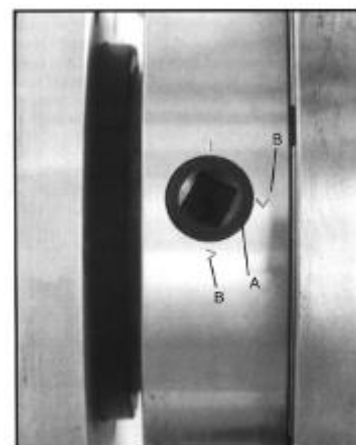

Рисунок 12
1. Придерживая патрон, поворачивайте последовательно шесть кулачковых затворов на $\frac{1}{4}$ оборота против часовой стрелки при помощи ключа для снятия зажимного патрона. Риска А должна совпасть с указательной риской I (рис.12).
5. Установите патрон на посадочное место на шпинделе. Зафиксируйте патрон, повернув кулачковые затворы на $\frac{1}{4}$ оборота по часовой стрелке. Кулачковые затворы считаются плотно закрученными, если риска **A** находится между двумя указательными рисками **B** (рис.12).